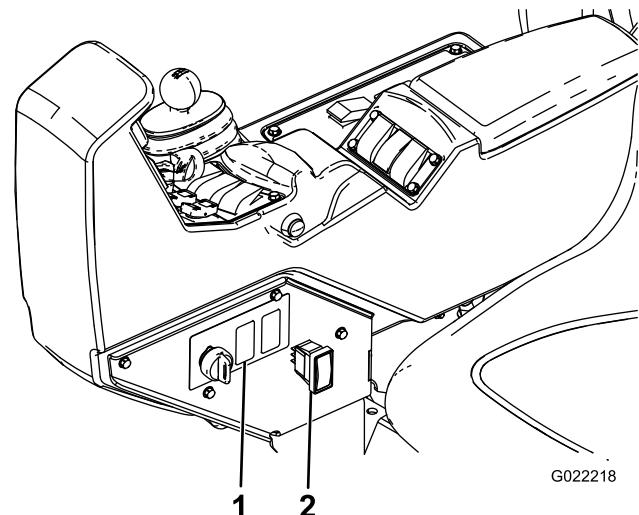

Figura 14
- En el lateral de la consola del fumigador, localice el tapón del interruptor del depósito de enjuague y retire el tapón (Figura 14).
- Instale el interruptor en el conector cuadrado, a través de la consola (Figura 14).